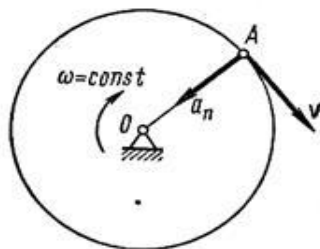

Рис. 15. Схема распределения скорости и нормального ускорения
7. Точка A , лежащая на ободе равномерно вращающегося шкива, движется со скоростью $V = 2,77$ м/с и нормальным ускорением $a_n = 500$ см/с². Определить радиус шкива OA и величину угловой скорости (рис. 15):